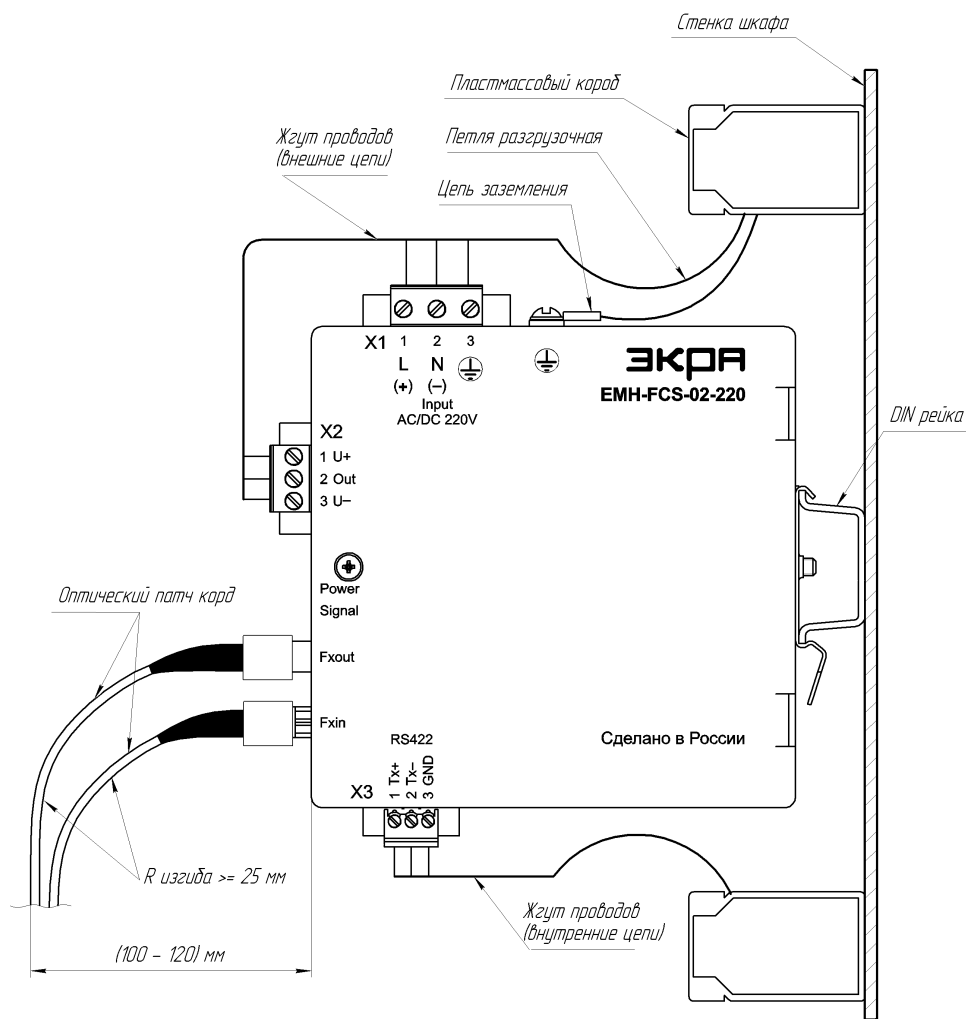

Рисунок 4
2.2.4 Для удобства снятия разъемов X1–X3 рекомендуется обеспечить не менее 50 мм длины проводов между изделием и кабель каналом. Жгут проводов для удобства снятия разъемов выполнить с радиусом сгиба не менее 10 мм (см. рисунок 4). Разъемы имеют винтовые крепления, соответственно следует предусмотреть доступ инструментом для откручивания винтов без снятия изделия с рейки.